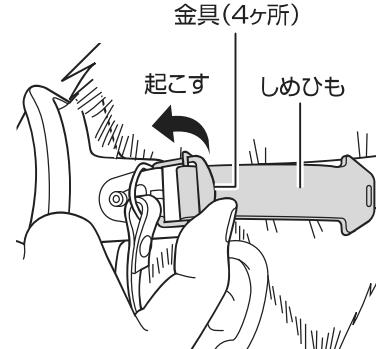

図 38 面体を外す
- ・面体のしめひもをゆるめる場合、親指の腹で金具を起こすとゆるみます。(図 38 参照)